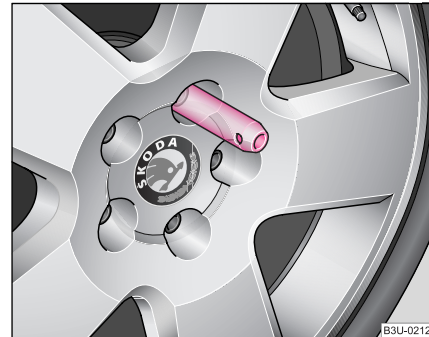

Fig. 183 Înlocuirea roții: Știftul de montaj
- Înșurubați știftul (trusa de scule) în orificiul creat ♥ **fig. 183**.